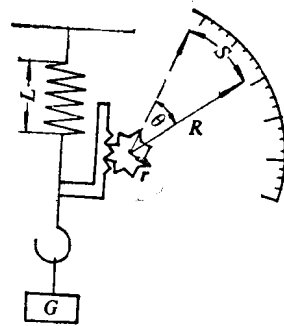

图 0-1
- 0-6 对图0-1所示的弹簧秤系统：
(1) 说明各元件的作用；
(2) 画出系统方框图；
(3) 写出各环节的传递系数及弹簧秤系统的传递系数。